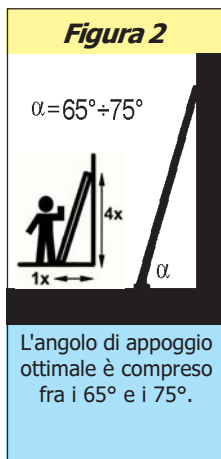

Figura 2
e) Per una buona stabilità, prima dell'impiego, occorre disporre la scala ad un angolo compreso fra i 65° e 75° rispetto al piano di lavoro (Figura 2)